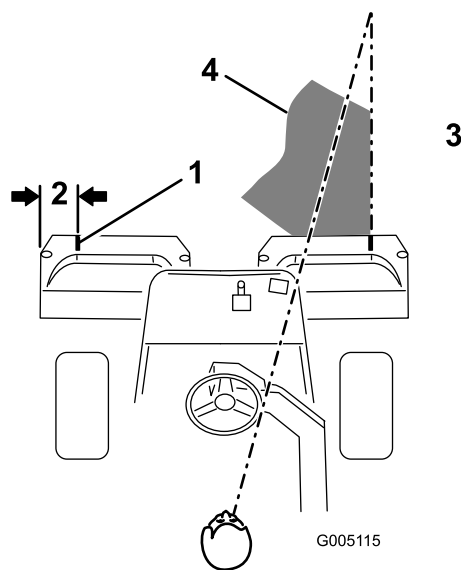
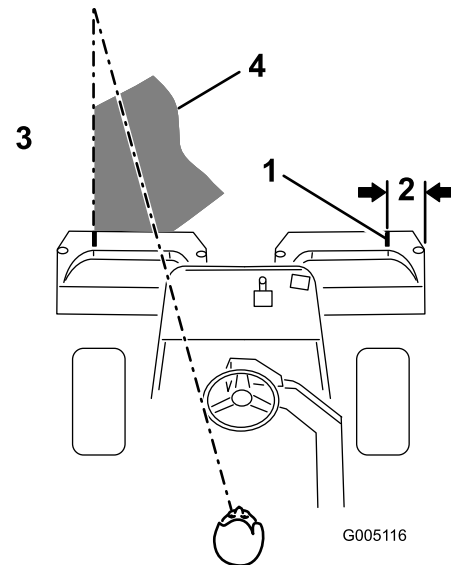

Figura 22
Figura 23
2. Coloque un trozo de cinta blanca o pinte una raya en cada recogehierbas, paralelo al borde exterior de cada uno (Figura 22).
3. Debe haber un solape mínimo con las pasadas anteriores. Para ayudar a mantener una línea recta a través del green y mantener la máquina a la misma distancia de la pasada anterior, establezca una línea imaginaria aproximadamente de 1,8 a 3 m por delante de la máquina hasta el extremo de la parte no segada del green (Figura 22 y Figura 23). Puede ser útil incluir el borde exterior del volante como parte de la línea imaginaria, es decir, mantener el borde del volante alineado con un punto que se mantiene siempre a la misma distancia de la parte delantera de la máquina (Figura 22 y Figura 23).